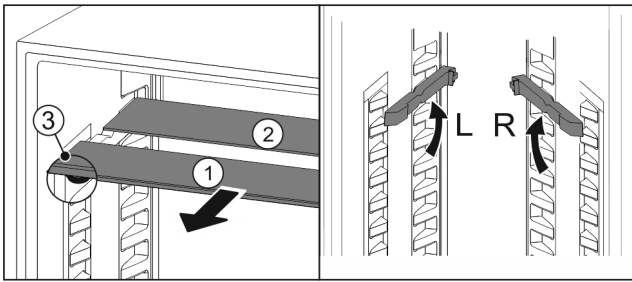

Fig. 103
- ▶ Посуньте Fig. 103 (1) скляну панель вперед.
- ▷ Скляна панель Fig. 103 (1) з декоративною планкою лежить спереду.
- ▷ Стопори Fig. 103 (3) показують вниз.